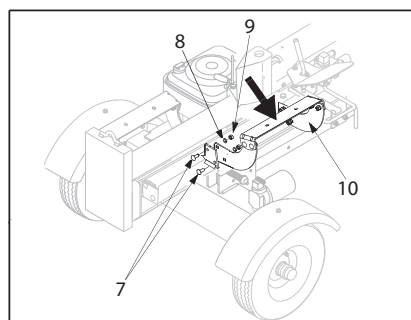

Fig.8
- Stütze (10) von der Spaltsäule, an der Seite des Steuerventils, abschrauben. Bild 8